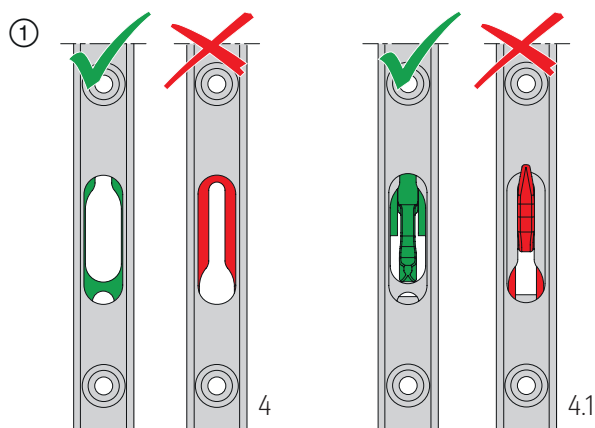
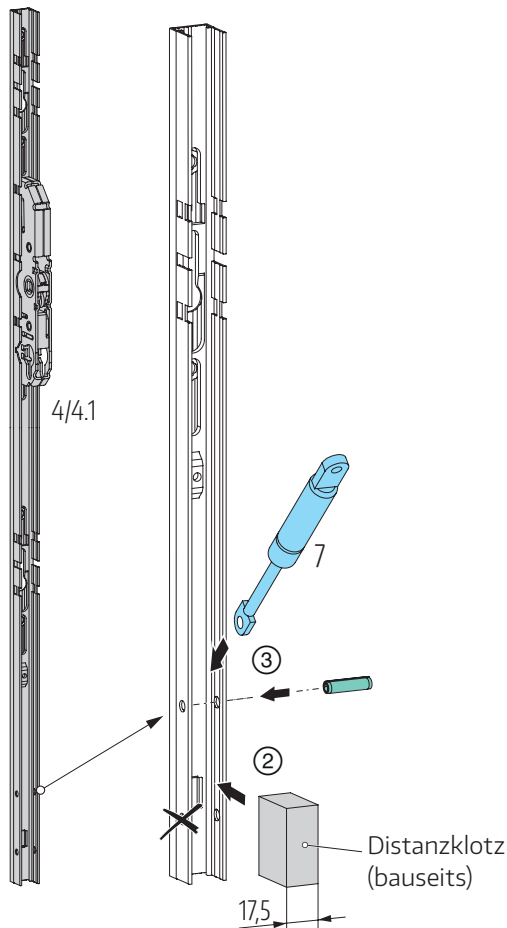
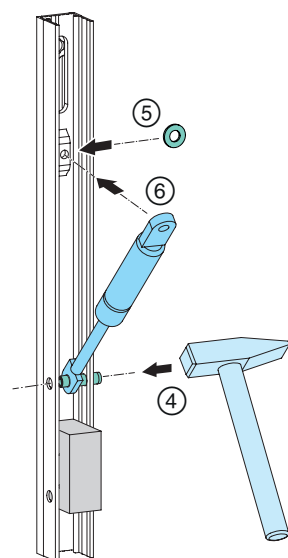

Abb. 12
Abb. 13
Abb. 14
- ① Getriebe für Bolzen 4 oder Getriebe mit Haken 4.1 in Schiebestellung (angehobene Position) bringen; **Abb. 12.**
- ② Distanzklotz (bauseits) als Montagehilfe in Getriebebestulp einsetzen.
- ③ Gasdruckfeder 7 und Spannstift positionieren; **Abb. 13.**
- ④ Gasdruckfeder mit Spannstift an Getriebebestulp befestigen.
- ⑤ Unterlegscheibe positionieren,
- ⑥ Gasdruckfeder in Getriebebestulp einschwenken; **Abb. 14** und
- ⑦ mit mittels Schraube ISR 25, 4 ... 5 Nm, mit Riegelstange verbinden.